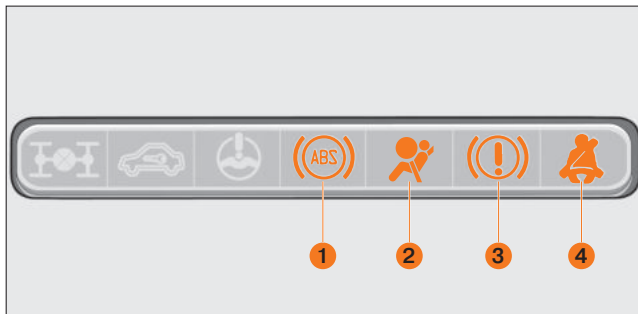

Рис. 43. Блок контрольных ламп
БЛОК КОНТРОЛЬНЫХ ЛАМП (рис. 43)
(ABS) Контрольная лампа антиблокировочной системы тормозов (АБС) 1 (рис. 43).
**Контрольная лампа системы пассивной безопасности 2** (рис. 43). После включения зажигания лампа должна загореться жёлтым светом на шесть секунд и погаснуть. При выключении зажигания и включении его до истечения 15 секунд сигнализация не включается.
**Контрольная лампа электронного распределения тормозных сил 3** (рис. 43).
**Контрольная лампа непристёгнутого ремня 4** (рис. 43). При включении зажигания — включается сигнальный индикатор, напоминая о необходимости застегнуть ремень безопасности. Индикатор будет гореть до тех пор, пока ремень безопасности не будет пристегнут. Если водитель начнёт движение с непристёгнутым ремнём безопасности, то в дополнение к световому индикатору включится звуковая сигнализация. Световая и звуковая сигнализация будут работать до срабатывания замка ремня безопасности.